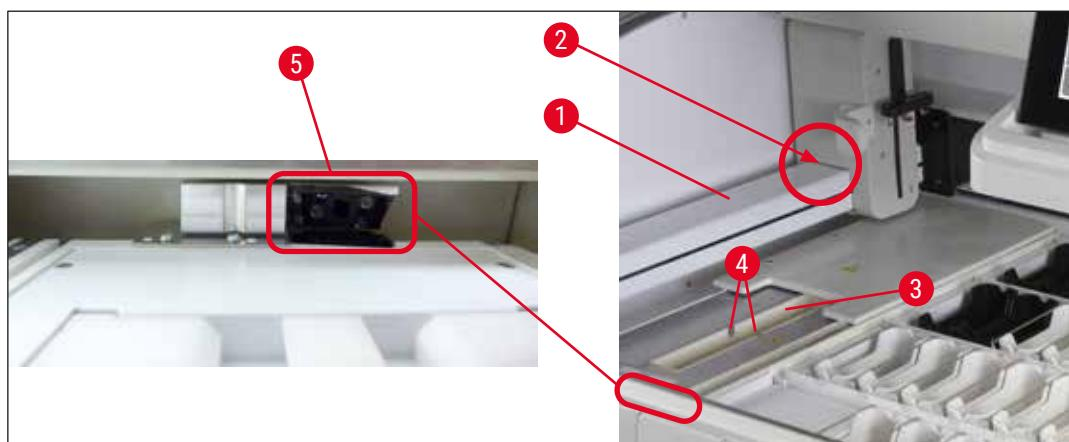

Fig. 95
- Når strekkodeleseren brukes som tilleggsutstyr, kan det samles smuss fra objektglasstativene i og rundt objektglassstilleren (→ "Fig. 95"). Derfor må disse områdene sjekkes grundig av brukeren under det daglige instrumentoppsettet, og om nødvendig rengjøres med støvsuger. Rengjøring med klut anbefales ikke, da dette kan spre partiklene til andre kritiske områder på instrumentet.